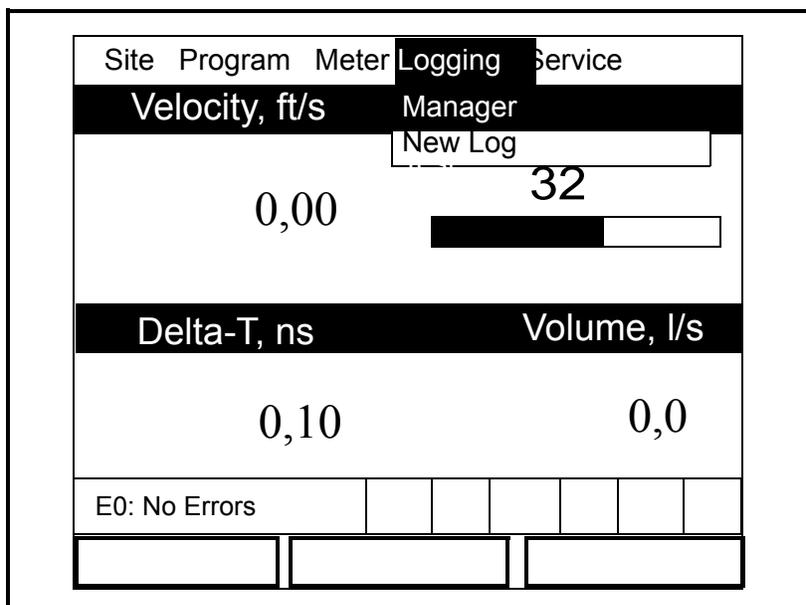

Рис. 5-1. Меню Logging (Регистрация)
2. С помощью прокрутки выберите пункт меню *Logging* (Регистрация) и нажмите [ENTER] (ВВОД). Будет показан экран как на рис. 5-1 ниже.
- В меню *Logging* (Регистрация) (см. Рис. 5-1 на стр. 5-1) прокрутите до пункта *New Log* (Новый журнал) и нажмите [ENTER] (ВВОД).